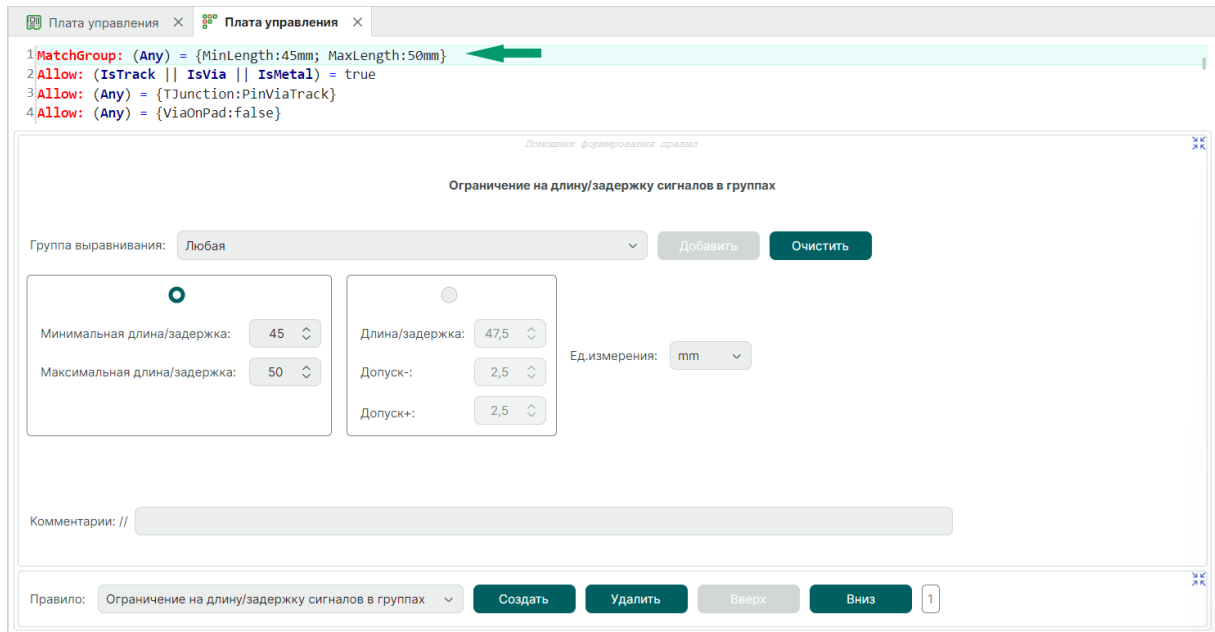

Рис. 390 Пример ограничения на длину/задержку сигналов в группах
1. Добавьте правила, определяющие длину/задержку сигналов в группах в редакторе правил, см. Рис. 390. Подробнее о работе с правилами см. Редактор правил.